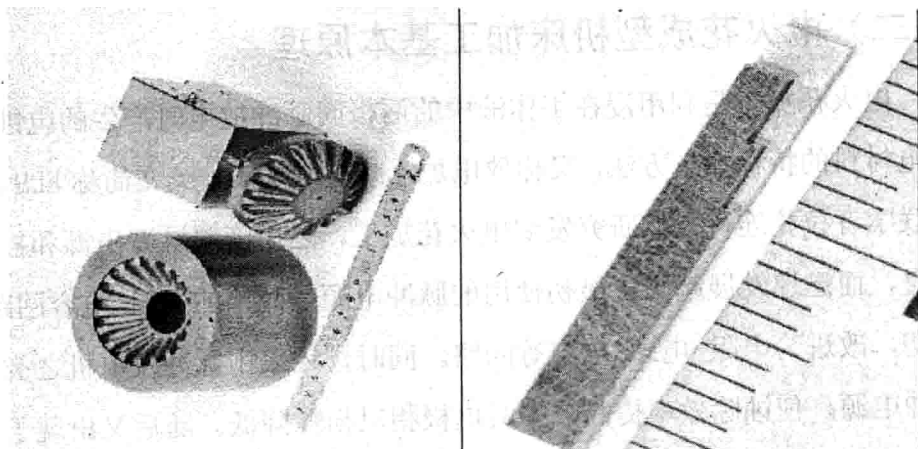

图1-2 铸模、精密插件模零件加工
1. 普通型腔加工、清角加工应用。用于对切削加工难以加工位置进行补充加工，达到零件要求的尺寸和形状。如图 1-2 所示。